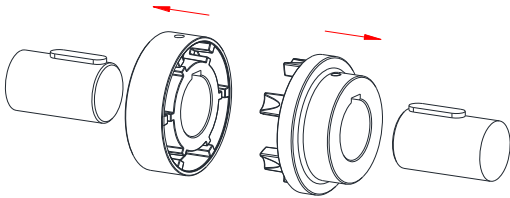

Figura 6: Montaje de los mangones
- Monte la sección de levas y de bolsa sobre el eje del lado conducido y motriz (véase figura 6).
- Monte la sección de bolsa sobre el eje del lado motriz (véase figura 6).